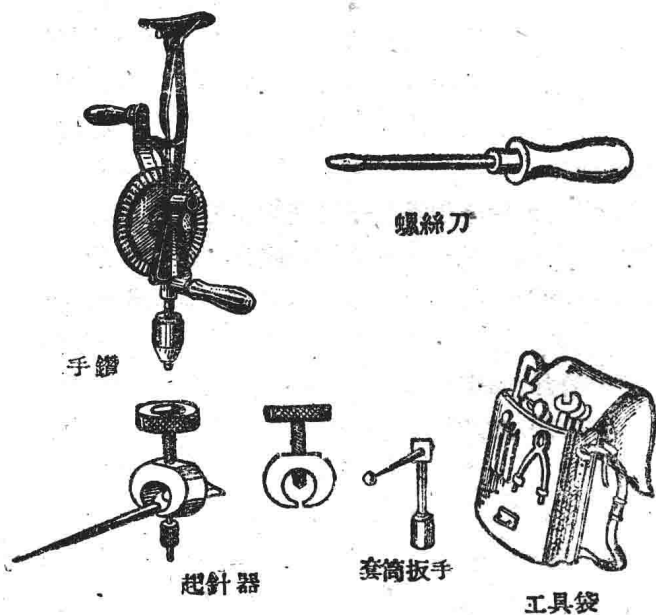

图 9
5.在校对压力表的过程中，某些点上針指数和砵碼是相符的，但又在某些点上两者不相符，如图9所示（但稍微敲一下表壳，指針稳定，不跳动）有以下几种原因：
通常修理仪表用的工具有：拔針器，冲子，鑷子，粗板鏟，尖咀鉗，电烙鉄，螺絲刀，拿子，什錦鏟，手鏟，細板鏟，活扳手，手搖鑽等，如图 9 所示。